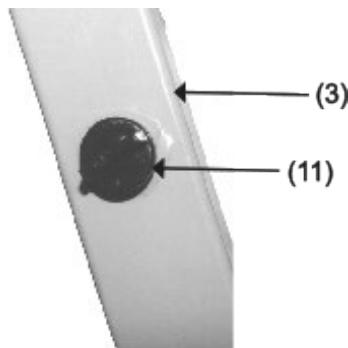

Figure 2
3. Fixez la barre transversale (8) au support principal (3) et à la jambe (1). Faites glisser la rondelle élastique (9) et la rondelle (10) sur le boulon (5). Enfilez-le à travers le support principal (3) et dans la barre transversale (8). Du côté opposé, faites glisser la rondelle élastique (9) et la rondelle (10) sur le deuxième boulon (5) et vissez-les dans la jambe (1) et dans la barre transversale (8).
6. Dévissez et retirez les deux bouchons (11) et remplissez le support de sable pour réduire le bruit lors de l'utilisation du produit. Utilisez uniquement du sable pour remplir le support. N'utilisez aucun autre matériau ni aucun liquide pour remplir le support. Revissez les bouchons sur le support. Voir la figure 2 pour plus de détails.